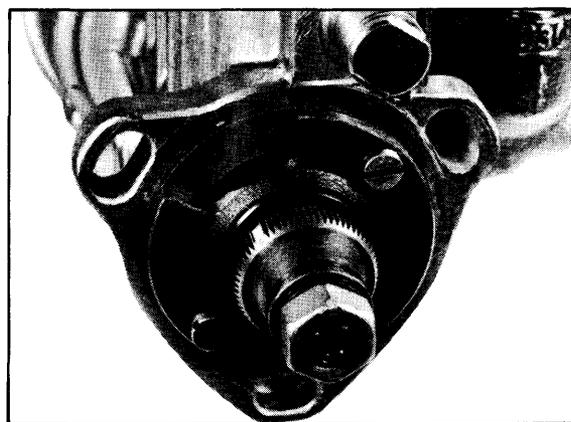

Figura 00/1
1) La bomba de inyección se encuentra en posición de comienzo de inyección, cuando las rayas de referencia practicadas en el arrastrador de bomba coincide con la practicada en la brida de fijación del árbol de levas. (Figura 00/1).